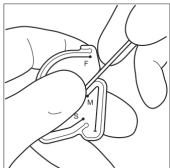
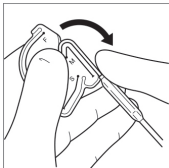

Figura 10. Inicio de la flexión maxilar
Figura 11. Fin de la flexión maxilar
- *Flexión maxilar con herramienta de flexión:* antes de formar la flexión maxilar, el dispositivo debe estar lo más recto posible, como se indica para la flexión esfenoidal. Con la herramienta de flexión en una mano, coloque la punta esférica en el soporte de dicha herramienta de flexión (figura 10). Coloque un dedo en las inmediaciones de la marca de 2 cm de la punta de aspiración y utilice este dedo para dar forma a la flexión maxilar (figura 11).